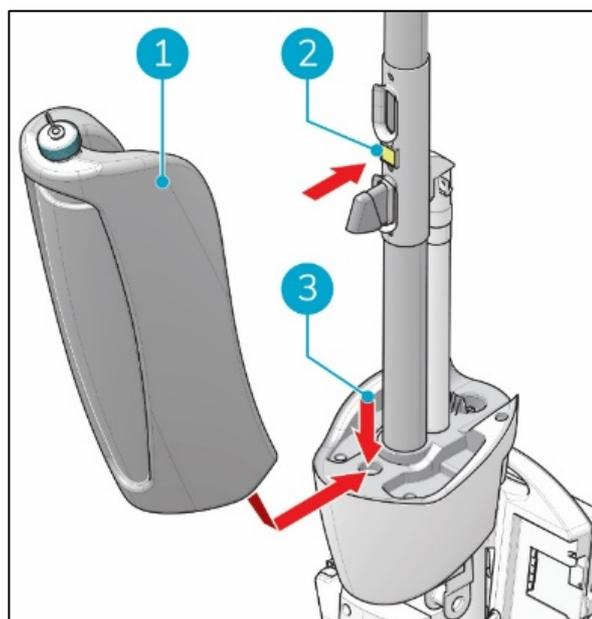

Abbildung 11
1. Setzen Sie die Unterseite des Schmutzwassertanks (Figure 11, Pos. 1 und Pos. 3) auf die Vorderseite des i-mop® XL pro.
2. Schieben Sie die Oberseite des Tanks in Position, bis der Tank hörbar einrastet. Der Magnet (Figure 11, Pos. 2) fixiert den Schmutzwassertank.